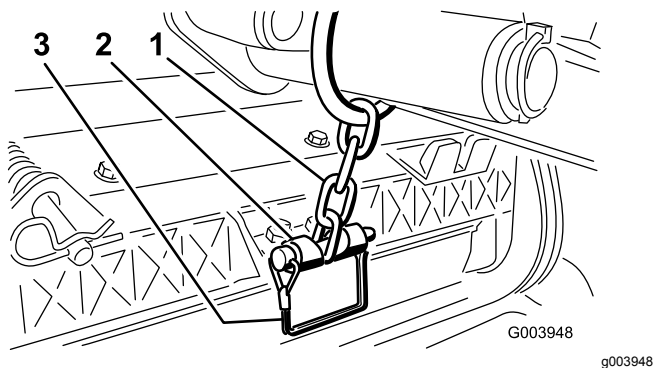

Figure 12
12. Fixez la chaîne du bras de levage au support de la chaîne avec la goupille à fermoir (Figure 12).